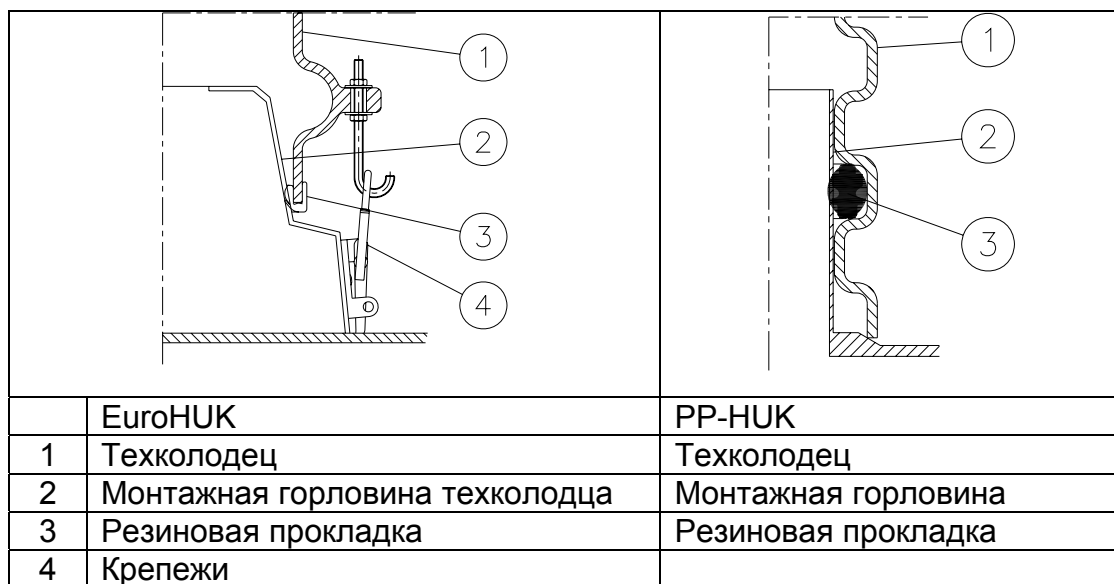

Рис. 4. Резиновая прокладка и крепежи техколодца
6. Установите на техколодец/техколодцы резиновую прокладку. Установите техколодец EuroHUK на отделитель в строго горизонтальном положении и закрепите крепежи. Смотрите рис. 4.